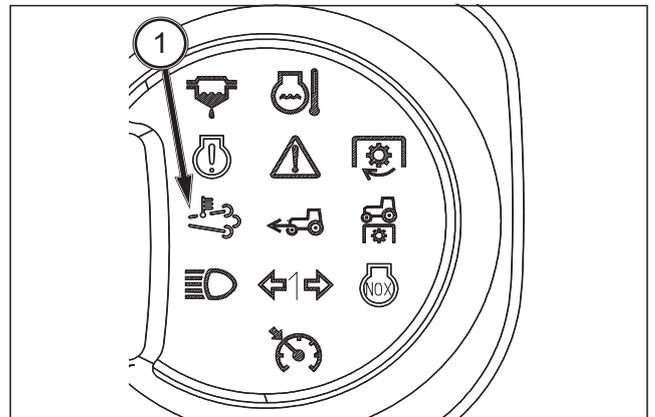

FIG. 76
FIG. 76: La regeneración automática se realiza aproximadamente cada 10-50 horas, dependiendo de la carga del motor y de las condiciones de funcionamiento. La frecuencia tiende mucho en el trabajo en las operaciones al ralentí o con carga fluctuante generalmente. Durante la regeneración, el testigo de regeneración del DPF (1) se encenderá.